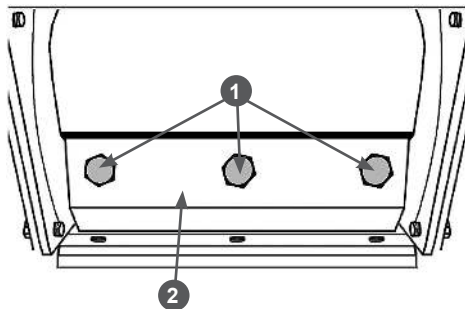

Рис. 29 Снятие ножей
3. С помощью ручного стартера двигателя через ременную передачу медленно проверните барабан с ножами так, чтобы болты 1 крепления ножа 2 оказались максимально доступны (Рис. 29).